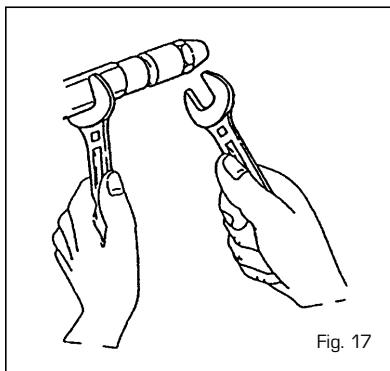

Fig. 17
4.7.3 Sostituzione ugello (fig. 17)
- Bloccare il porta spruzzo utilizzando una chiave n° 19 e svitare l'ugello con una chiave n° 16 (fig. 17).